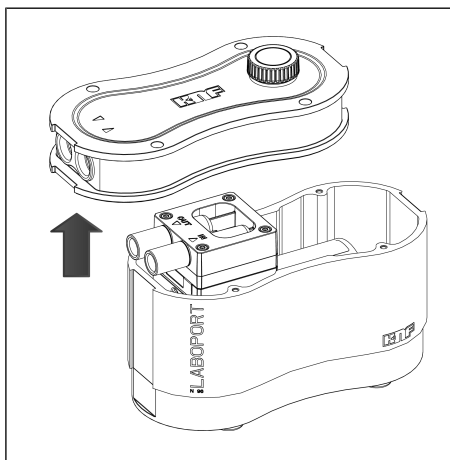

Abb.10: Gehäusedeckel abnehmen
3. Nehmen Sie den Gehäusedeckel (2) vorsichtig ab und legen Sie diesen neben das Pumpengehäuse (3) (siehe Abb. 10).